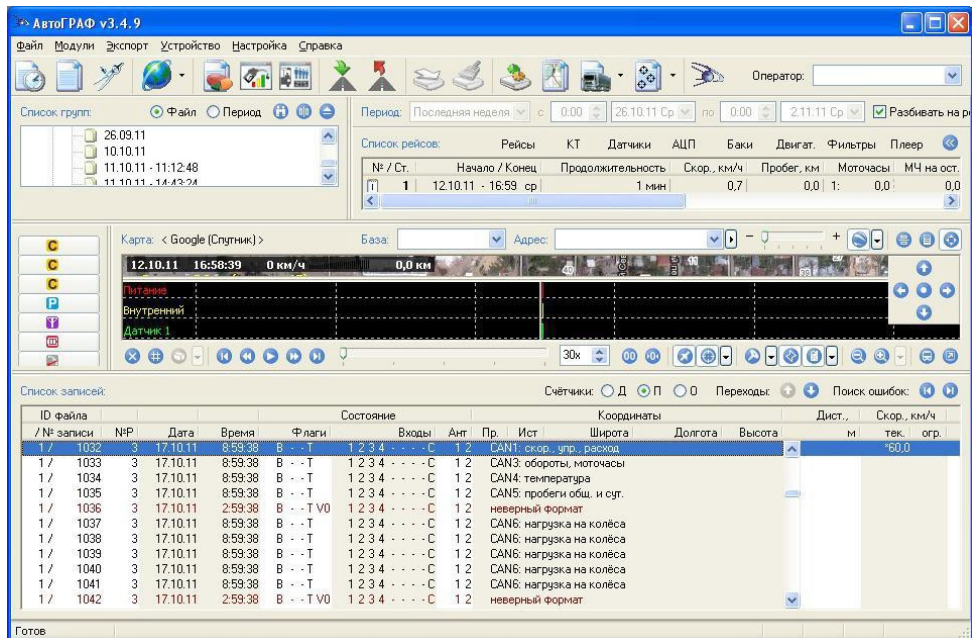

Рис.9. Данные, принятые с шины CAN, в диспетчерской программе «АвтоГРАФ».
9. В «сырых данных» контроллера в диспетчерском ПО отображаются данные, считанные с шины CAN (Рис.9).